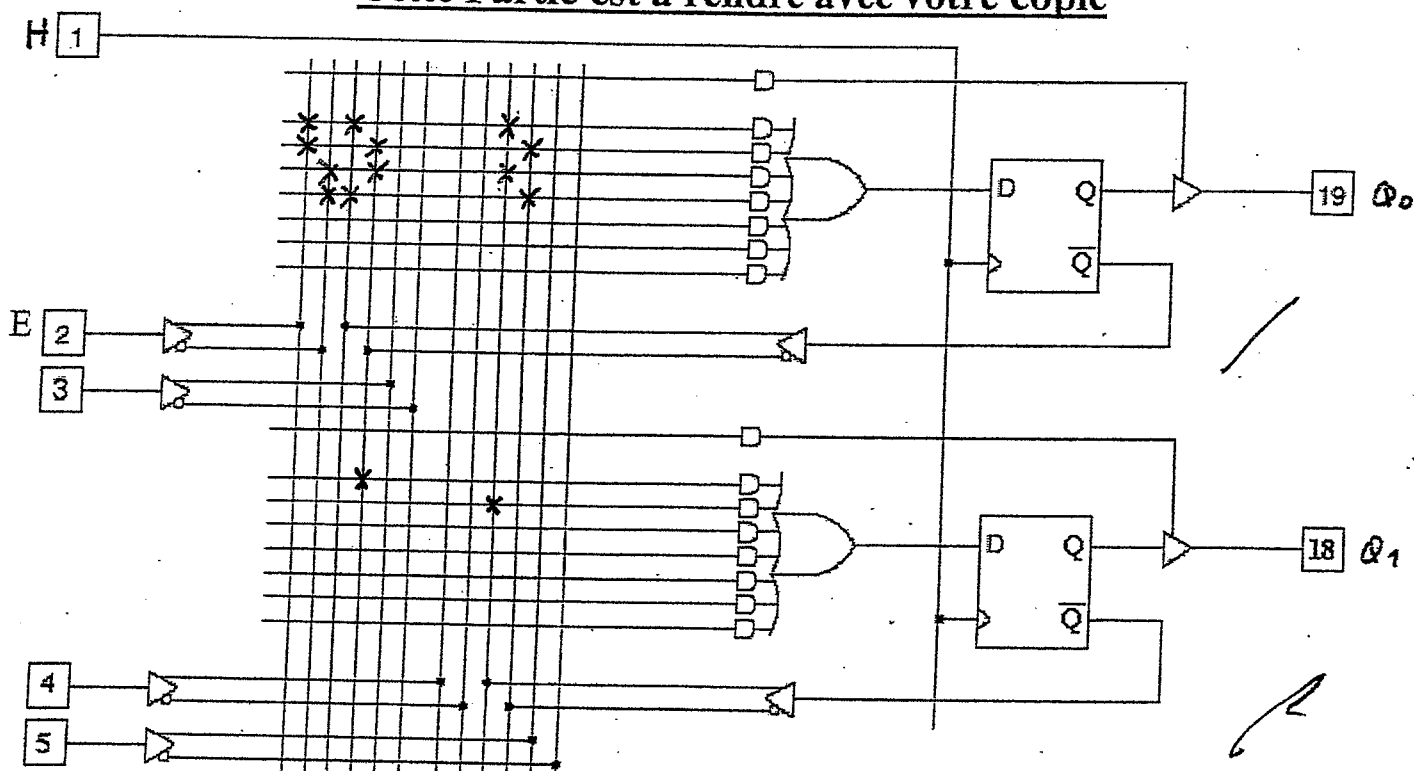

Figure 1 : partie d'un PAL.
Le chronogramme de la figure 1 (voir annexe 1) donne les signaux SCL et SDA du bus I2C dans le temps.
- 2) Décrire de manière textuelle (comme vu en cours) la trame I2C de la figure 1.
- 4) A partir d'une portion d'un PAL (donné en figure 1 et **à rendre avec votre copie**), implanter ce compteur (*Marquez d'une croix sur la matrice des ET les fusibles à maintenir*). Le signal E est fixé sur l'entrée 2 (voir figure 1). *Utilisez obligatoirement les rebouclages internes des sorties et ne pas considérer le contrôle 3 états.*
- 7) A partir d'une portion d'un PAL (donné en figure 1 et à rendre avec votre copie), implanter ce système séquentiel (Marquez d'une croix sur la matrice des ET les fusibles à maintenir). Le signal E est fixé sur l'entrée 2 (voir figure 1). Utilisez obligatoirement les rebouclages internes des sorties et ne pas considérer le contrôle 3 états.